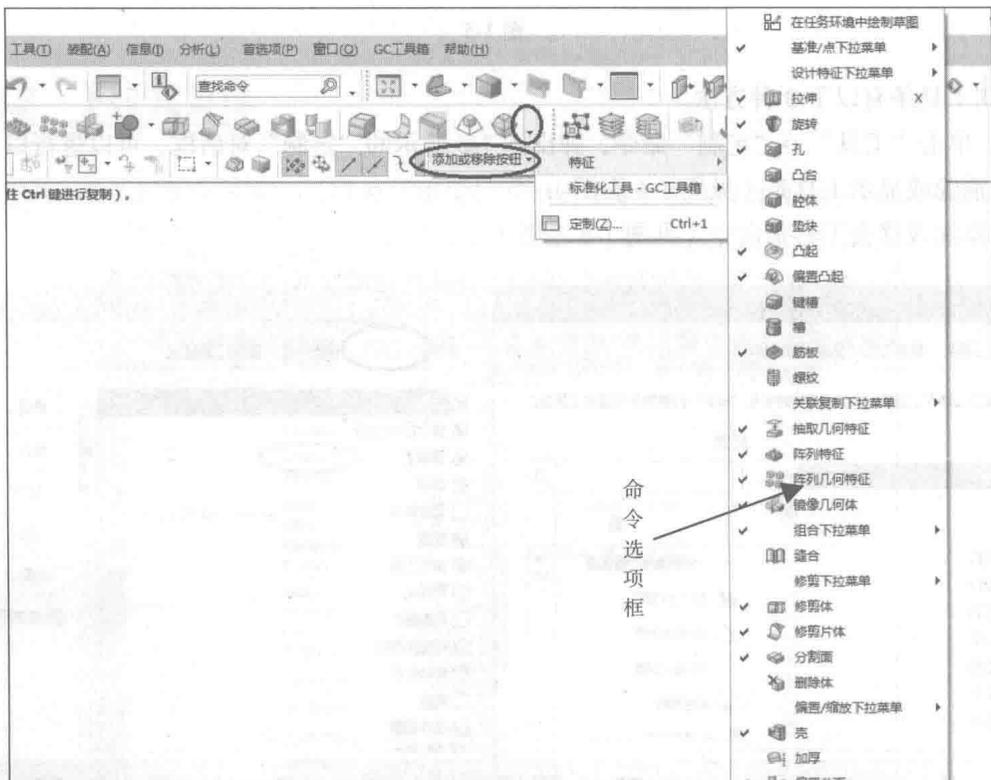

图 1-8
(3) 单击工具条右边的小三角符号（见图 1-8），在弹出的命令选项框中勾选或消隐各种命令。